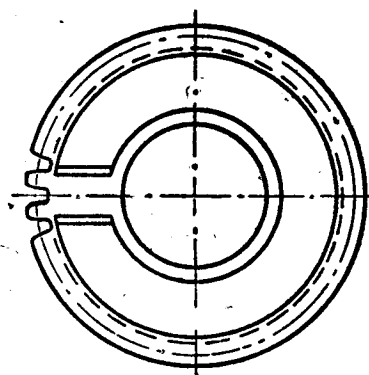
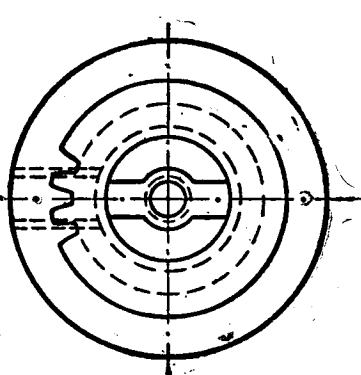

图6 套筒30牙牙齿的缺口标准
图7 搖手牙齿的缺口标准
把大月牙肖 (15702) 軋在 $\frac{1}{2}''\frac{7}{8}''$ 鋼芯子的 $\frac{1}{4}''$ 长槽內。敲进大月牙肖鉚釘 (964) 鉚好, 銼平。大月牙肖的长度自 $\frac{1}{2}''\frac{7}{8}''$ 鋼芯子的肩胛量起应为 $1\frac{1}{16}''$ (参閱本章第三节)。这时应暫将克拉齿套上鋼芯子的大月牙肖上面試一試, 要左右灵活而前后不可松动。在 $\frac{1}{2}''\frac{7}{8}''$ 鋼芯子上, 裝进小鋼婆司 (6009), 套进套筒30牙牙齿 (6010), 把有缺口的一面朝大月牙肖, 务使鋼芯子、小鋼婆司及套筒30牙牙齿相互套得都能灵活而不松动。接着軋进中月牙肖 (15701) 輕輕敲进角尺牙齿裝配, 其72牙角尺牙圈朝右, 旋紧支头螺絲。最后把 $\frac{1}{2}''\frac{7}{8}''$ 鋼芯子上的大月牙肖朝下, 套进克拉齿, 搖手牙齿18牙鋼芯子和 $1\frac{1}{4}''$ $\varnothing$ 大鋼婆司 (6014)。裝时注意, 克拉齿鋼骨子要朝身, 大鋼婆司有肩胛的一端要朝搖手牙齿。把搖手柄 (6295) 全副暫時裝上。裝配时注意 (1) 套筒30牙牙齿的缺口应在凹齿的中心綫上 (图6); (2) 搖手牙齿的缺口应在凹齿的中綫和搖手柄骨子搭子的中綫上 (图7)。